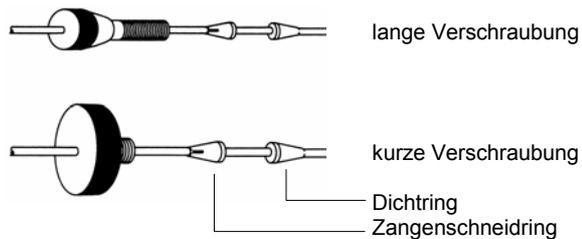

Abb. 21 DYNASEAL Kapillarverbindungen
2. Führen Sie die Verschraubung, den Zangenschneidring und den Dichtring auf die Kapillare (bei Sechskant-Verschraubungen nur Verschraubung und Schneidring). Achten Sie auf Reihenfolge und Ausrichtung der Fittings, siehe Abb. 21.